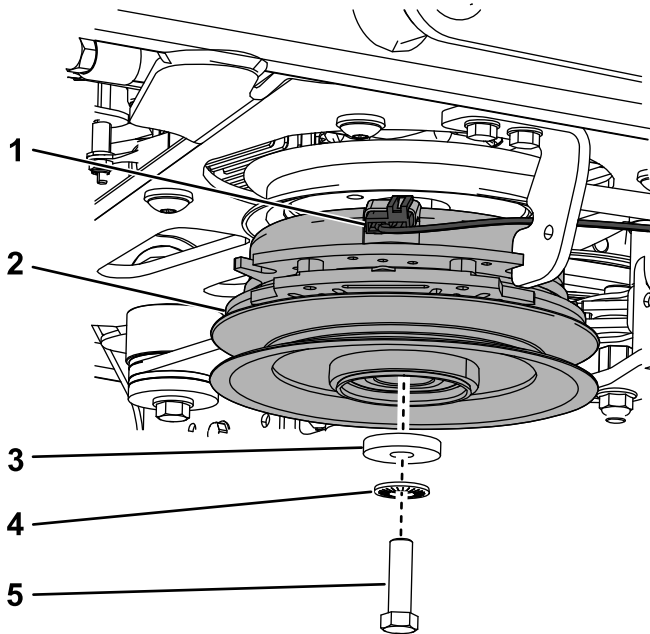

Figura 89
- A. Desenchufe el arnés de cables del embrague (Figura 89).
- B. Retire el perno, la arandela, la arandela de muelle y el embrague (Figura 89).